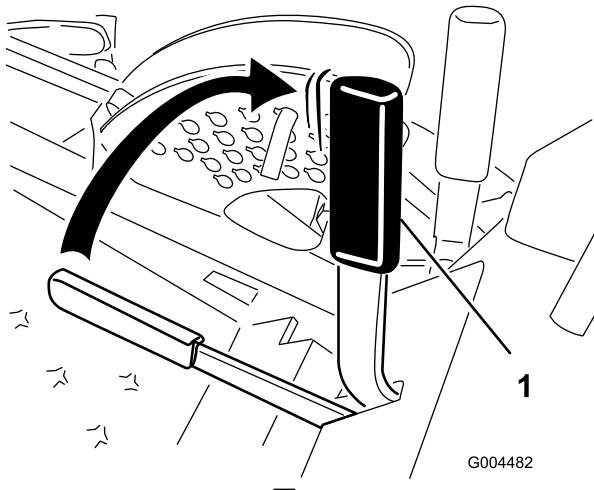

図 15
2. 駐車ブレーキ(図 15)を後ろに引き上げて、駐車ブレーキをかける。駐車ブレーキ・レバーが確実に固定されたのを確認する。
ブレーキ・レバーを前に倒して解除する(図 15)。